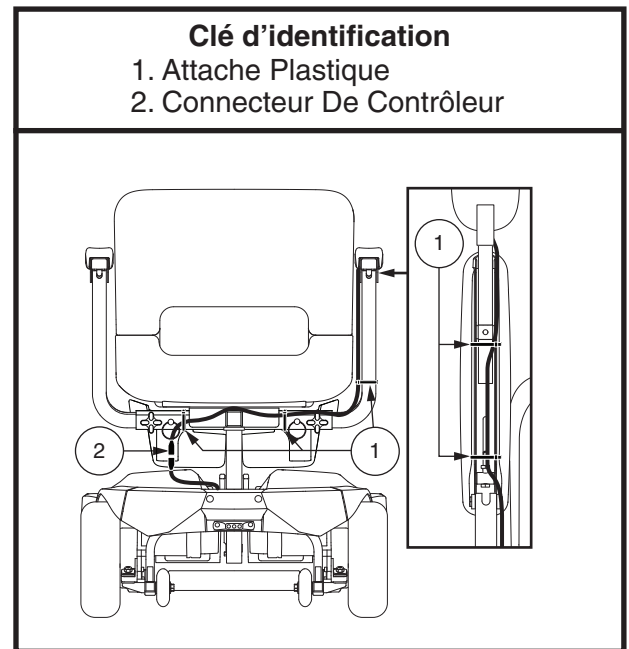

Figure 5. Installation du siège
2. Placez le siège sur le mât. **Voir la figure 5.**
7. Fixez les câbles sous l'accoudoir à l'aide d'attaches en plastique. **Voir la figure 5.**
3. Débranchez le connecteur du contrôleur de la base motorisée. **Voir la figure 5.**